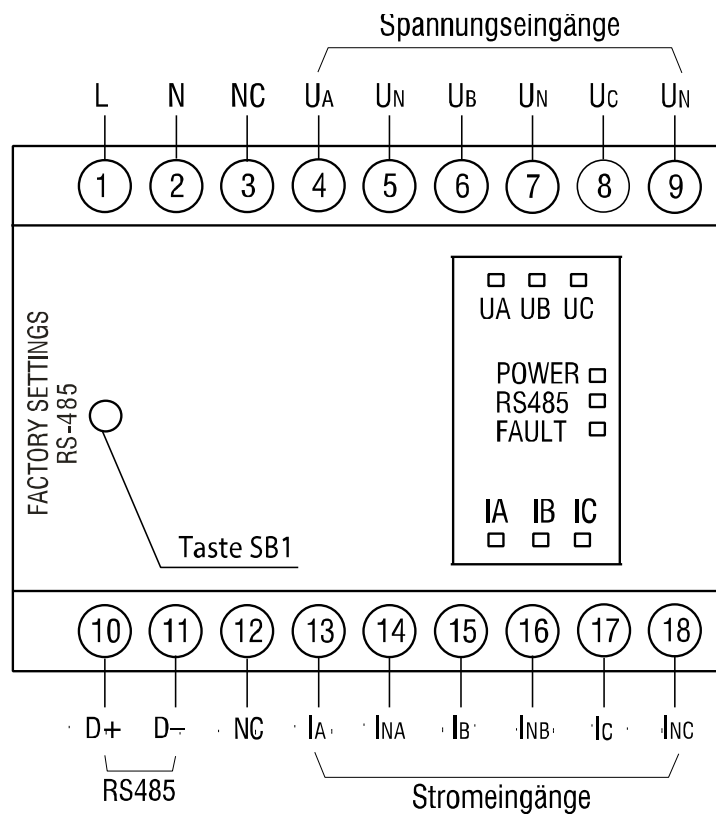

Abb. 4.1
Mit der Taste SB1 "Werkseinstellungen" hinter dem linken Frontabdeckung lassen sich die Standardeinstellungen für die RS485-Schnittstelle (Abb. 4.1) wieder herzustellen.
- Die elektrischen Anschlüsse sind in Abb. 4.1 und die Klemmenbelegung in der Tabelle 5.1 dargestellt.